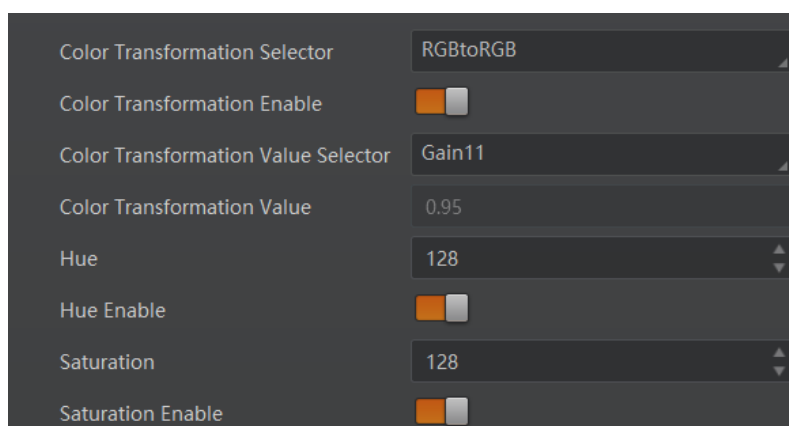

图12-7 设置方法二
- 开启 *Color Transformation Enable* 参数时，通过色调和饱和度参数控制 *Transformation Value* 参数值，如图 12-7 所示。